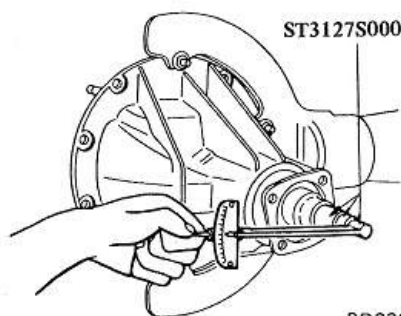

Fig. PD-78 Mesure de la précontrainte des pignons
2. Mesurer la précontrainte des roulements du pignon au moyen de la jauge spéciale ST3127S000 et sélectionner la rondelle et l'entretoise qui fourniront la précontrainte nécessaire. Voir figure PD-78.